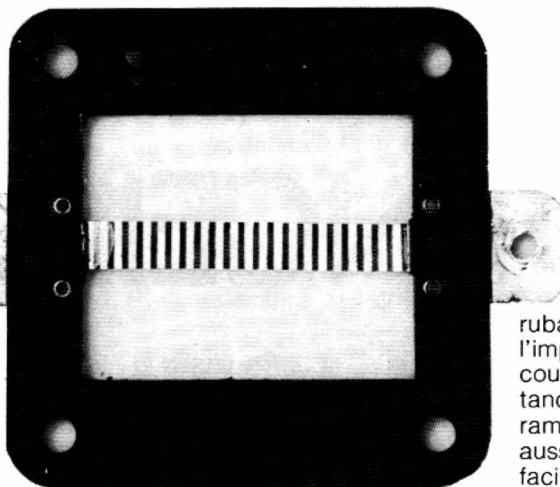

FIGURE 61. — Élément rayonnant d'un haut-parleur d'aigu à ruban (réalisation DECCA). Dimensions du ruban : 8 mm x 56 mm.
La réalisation correspondant à la figure 61 fait appel à un ruban en Mylar aluminisé de 2,5 microns d'épaisseur dont le poids avoisine 10 mg, soit 20 fois moins qu'une membrane de tweeter classique. Les cannelures transversales permettent d'abaisser la fréquence de résonance propre du ruban à quelques dizaines de hertz tout en rigidifiant la structure dans le sens transversal (1).